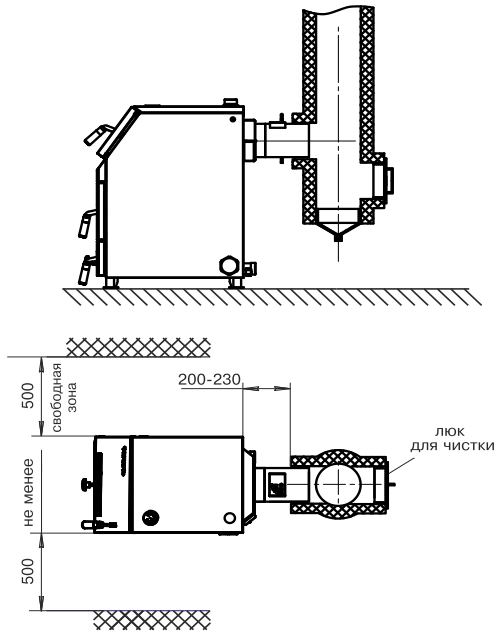

Рис.5 Схема установки котла
6.1.11. Расположение котла в помещении с учетом необходимого для обслуживания пространства показано на (рис.5).